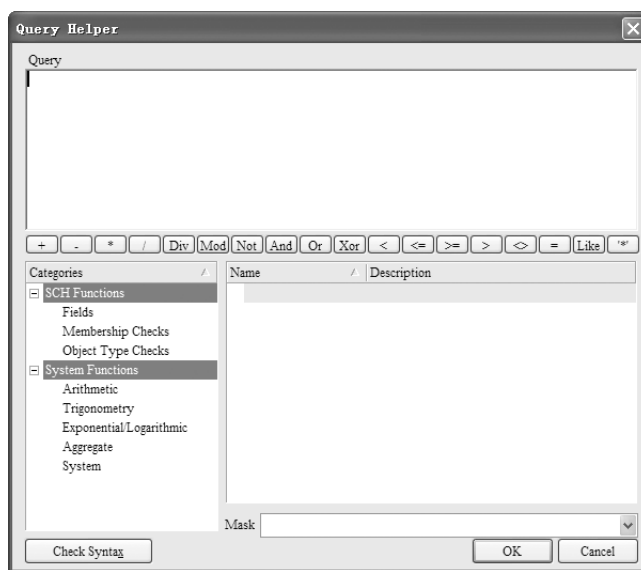

图 6-19 “Query Helper” 对话框
- “Find items matching these criteria”（设置过滤器过滤条件）文本框：用于设置过滤器，即输入查找条件。如果用户不熟悉输入语法，可以单击下面的“Helper”（帮助）按钮，在弹出的“Query Helper”（查询帮助）对话框中输入过滤器查询条件语句，如图 6-19 所示。